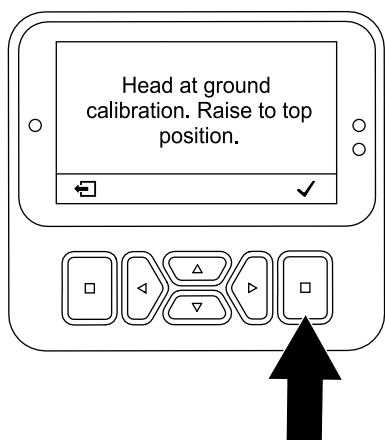

Figura 108
- Si los taladros comienzan a penetrar el suelo – pulse el botón de selección (Figura 108) y ejecute la aplicación TEACH GROUND HEIGHT (Enseñar altura con respecto al suelo); consulte Ejecución de la aplicación Teach Ground Height (página 40).